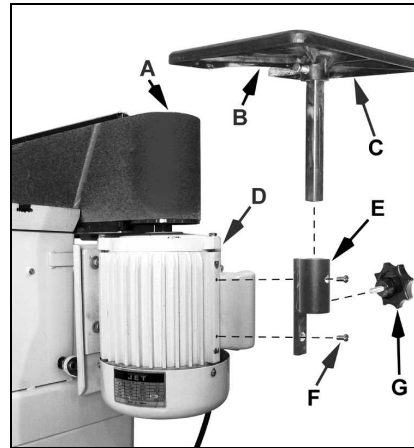

Fig 6
Montieren Sie den Auslegertischträger (E, Fig 6) mit 2 Innensechskant-Schrauben (F) seitlich am Motor.